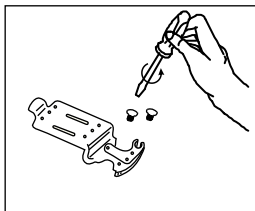

Рисунок 9.
**8** - Открутите винты, фиксирующие правую шпильку на верхнем шарнире (Рис. 9) и замените ее на левую (прилагается в комплекте с документами).